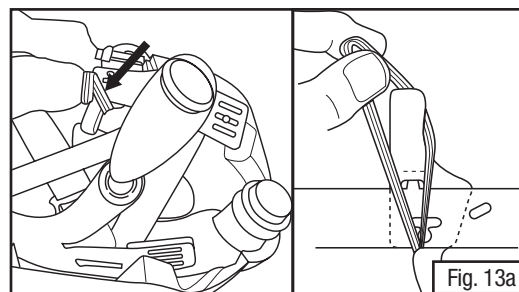

Fig. 13a
- Avec le cadre de la visière en position abaissée (fermée), retirer l'onglet en plastique de la membrane d'étanchéité faciale des points de fixation en T qui se trouvent sur le bandeau (Fig. 13a et b).
- Prendre la boucle élastique qui se trouve sur la membrane d'étanchéité faciale, la faire passer par-dessus le bandeau de la coiffe et la fixer à l'onglet en plastique (Fig. 13a).